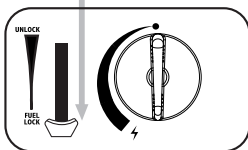
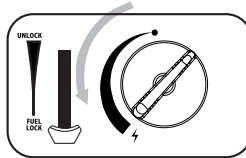

fig. 3
fig. 4
3. Tryk patronhåndtaget (6) nedad (fig.3), og luk patronlåget.
4. Hvis du hører en "hvæsende" lyd, er patronen ikke blevet monteret korrekt. Forsøg ikke at tænde for apparatet, men flyt håndtaget (6) til positionen "UNLOCK" (oplåsning), og gentag trin (1-4).
5. Drej drejeknappen (8) helt til tændingspositionen, indtil den klikker. (fig.4) Gentag denne handling, indtil brænderen antændes.